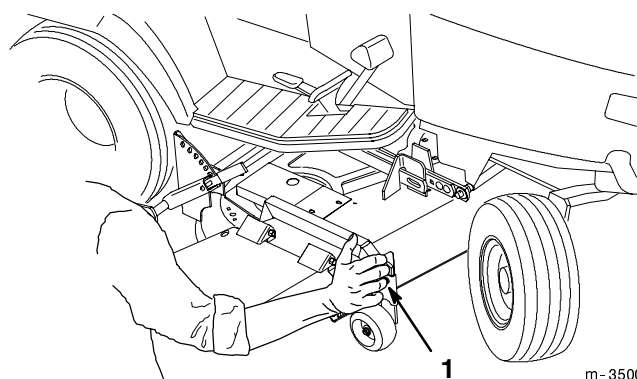

Abbildung 7
8. Wenn die beiden J-Stifte in den Montagebügeln des Mähwerks sitzen, das Mähwerk mit Hilfe der Hebevorrichtung und einer Hand am rechten vorderen verstellbaren Mähwerkradbügel (Abb. 7) so ausrichten, dass die Befestigungsstange des Mähwerks in die mittlere Attach-A-Matic™-Fassung kommt.